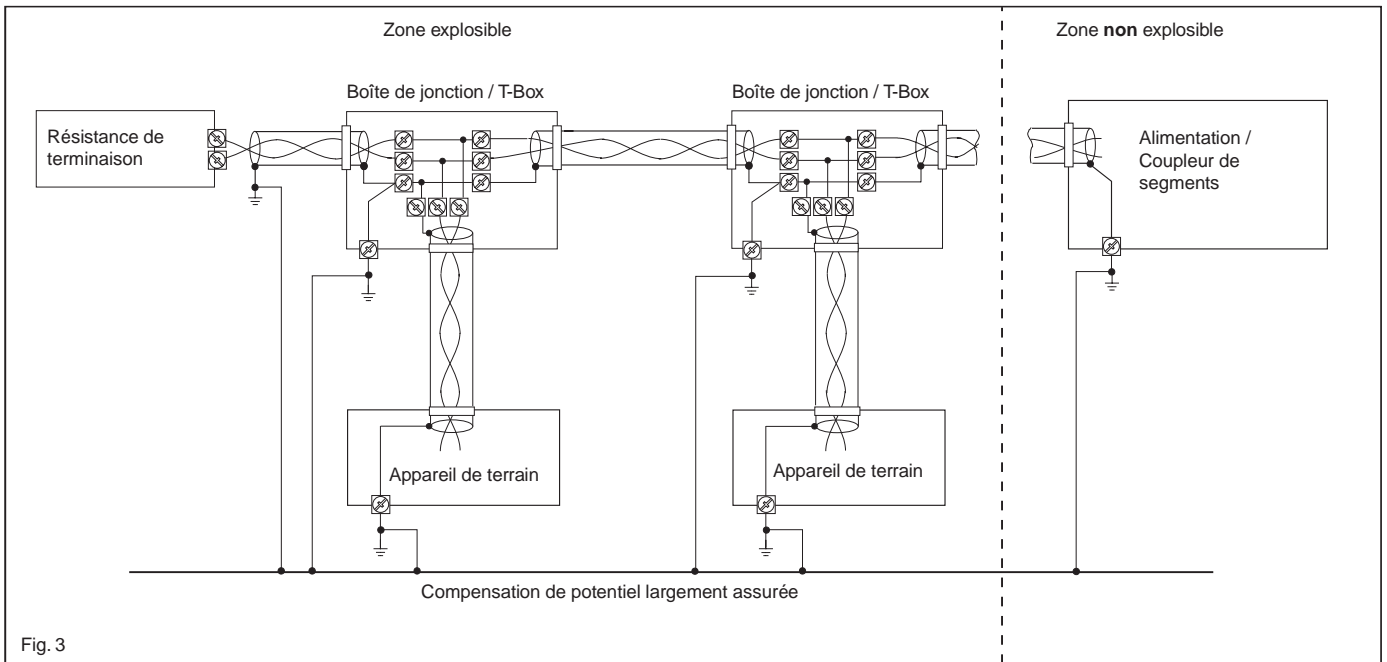

Fig. 3
- 6) For instructions on grounding the cable screening, see Figs. 3 and 4.
- 6) Mise à la terre du blindage voir fig. 3 ou 4.